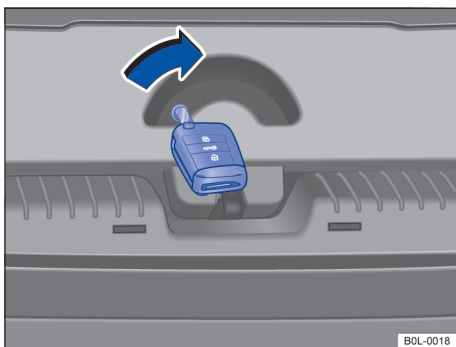

图 50 行李箱内：开启尾门锁
- 将钥匙头插入到尾门锁上的圆形槽口内，并沿箭头方向推动解锁拨杆 → 图 50，同时将尾门向外推，直至其打开。